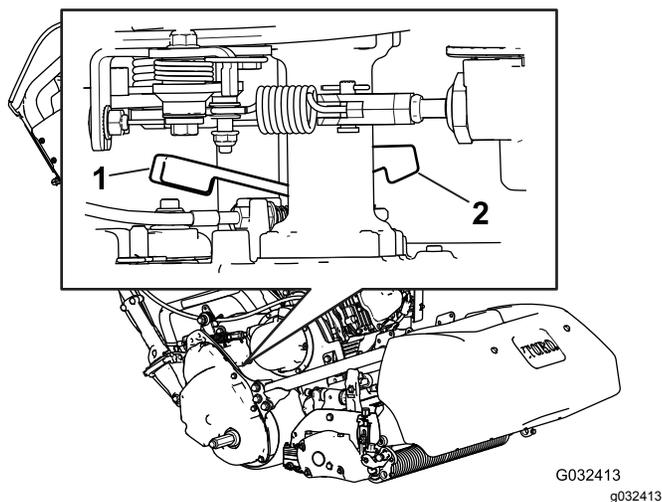

图32
1. 在机器的右后角找到靠近驱动装置壳体轮鼓的牵引接合/分离控制杆 **图32**。